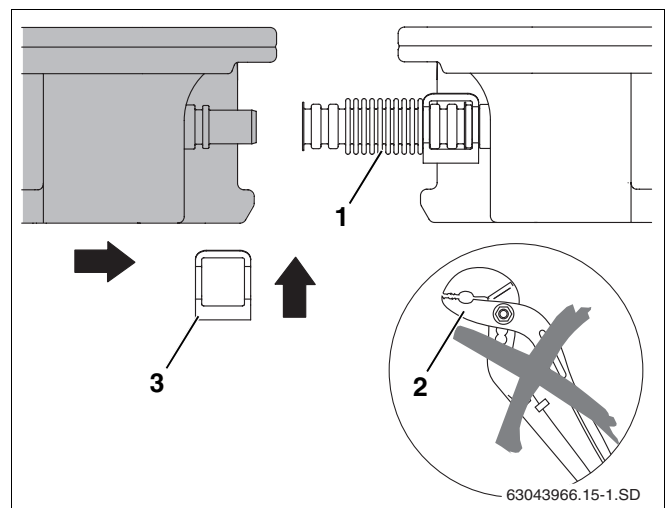

Fig. 45 Deslizar el segundo colector hasta el primero
- ▶ No utilice herramientas tales como alicates (fig. 45, **pos. 2**). Estos pueden dañar la unión del tubo ondulado haciéndola inservible.
- ▶ Deslice el segundo colector hacia el primer colector de tal forma que las conexiones del colector se deslicen hasta entrar en las uniones de tubo ondulado (fig. 45, **pos. 1**) montadas previamente en el primer colector.
- ▶ Introduzca la segunda abrazadera (fig. 45, **pos. 3**) sobre la unión del tubo ondulado y la conexión del colector.